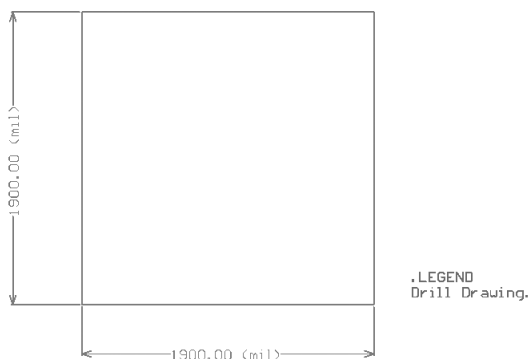

图 8-45 得到的 PCB 模型
继续单击 **一步(N)>> (N)** 按钮进入结束步骤, 单击 **完成(F) (F)** 按钮完成 PCB 文件的创建, 得到如图 8-45 所示的 PCB 模型。